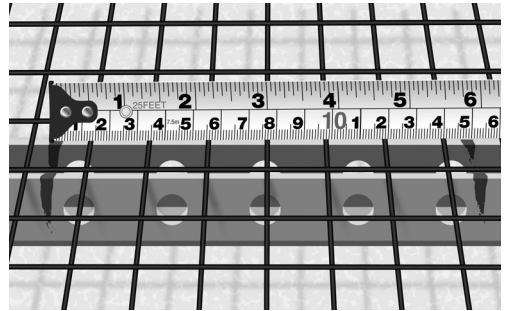

Abb. 15. Markieren Sie den CC-Abstand auf dem Maschendraht
4. Markieren Sie den berechneten CC-Abstand auf dem Maschendraht (Abb. 15). Das Heizkabel muss parallel zur Balkenkonstruktion verlegt werden.